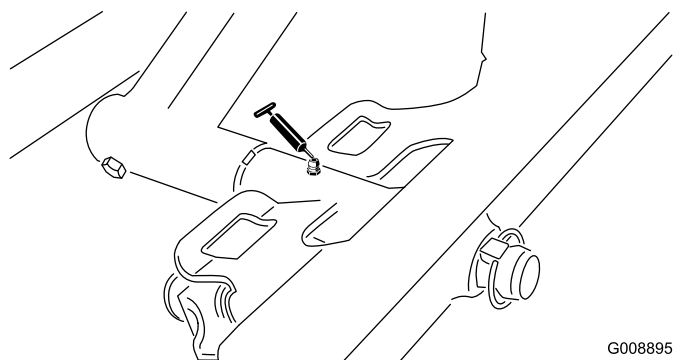

Рисунок 35
- Шарнир переднего режущего блока (Рисунок 35)